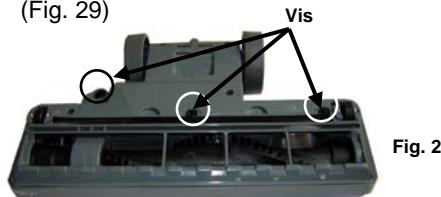

Fig. 29
3. Utilisez un tournevis à tête plat ou le rebord d'une pièce de monnaie et faites tourner les trois (3) vis dans le sens contraire des aiguilles d'une montre sur un quart (1/4) de tour. (Fig. 29)